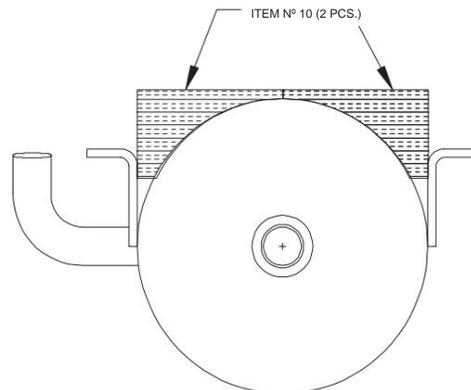

Fig. 10 — Cunhas Economizadoras
3. Aplique as duas peças da cunha do economizador (Item 10) nos suportes superiores do economizador, conforme mostrado na Fig. 10.